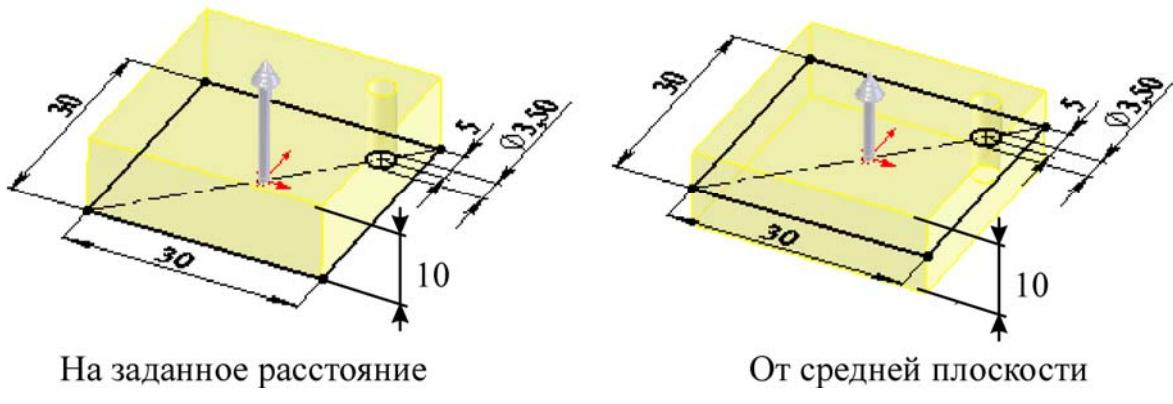

Рис. 3.3. Примеры граничных условий операции **Вытягивание**
1. **На заданное расстояние** – определяет границу вытянутого элемента путем явного указания глубины вытягивания (значение можно задавать в численном виде или перетаскиванием мышкой стрелки-направления вытягивания на предварительном виде (рис. 3.3)).
8. **От средней поверхности** – элемент создается путем вытягивания эскиза на равную глубину в обоих направлениях от плоскости построения эскиза (см. рис. 3.3).